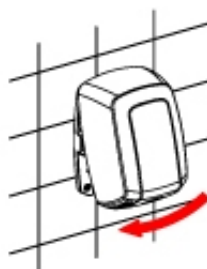

Abbildung 9
- Bringen Sie die Befestigungsschrauben des Gehäuses an der Basis an und ziehen Sie diese mit dem mitgelieferten Spezialschlüssel fest (Abb. 9 und 10).